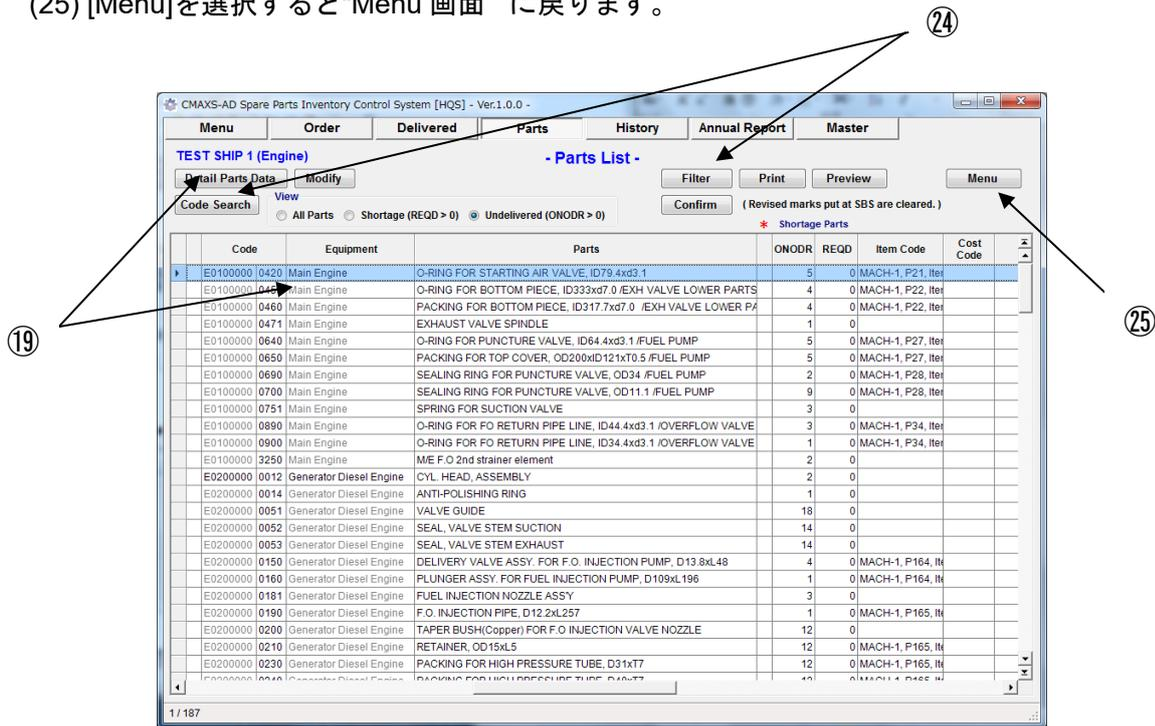

図 12-6 Parts List (Delivered Parts) 画面
- (18) “Parts (delivered Parts) 画面”(図 12-6) が表示され、画面中に未受領の全部品が表示されます。